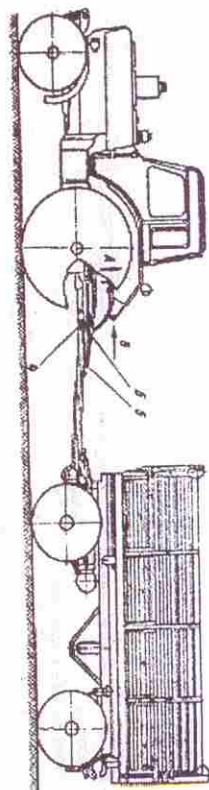

Рис. 37. Схема агрегирования прицепа с трактором МТЗ-82. 1 — трактор; 2 — прицеп; 3 — сцепная петля; 4 — муфта; 5 — вышка сцепная
5.1. Схема агрегирования одного прицепа с тракторами МТЗ-82 (рис. 37).